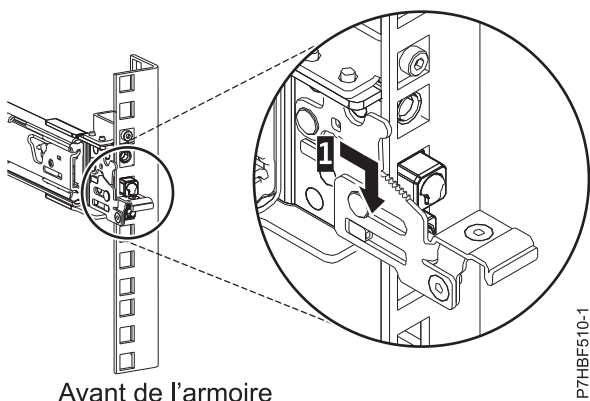

Figure 5. Broches installées sur la glissière avant de l'armoire
6. Tirez la glissière vers l'avant et insérez les trois broches à l'avant de la glissière dans les trous précédemment marqués de l'unité EIA sélectionnée. Abaissez la glissière (1) pour engager le crochet sur la broche du milieu. Pour plus de détails, voir figure 5.